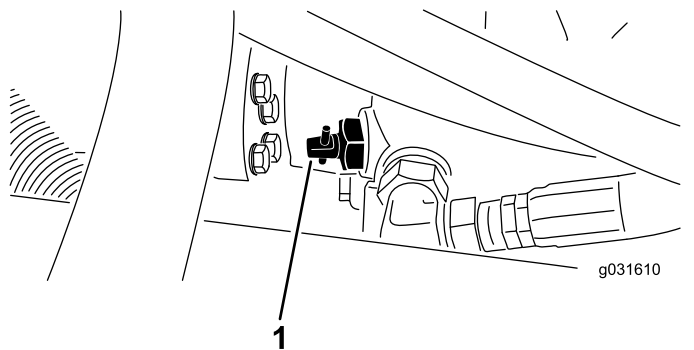

Рисунок 29
1. Найдите перепускной клапан на насосе и поверните его на 90° (Рисунок 29).